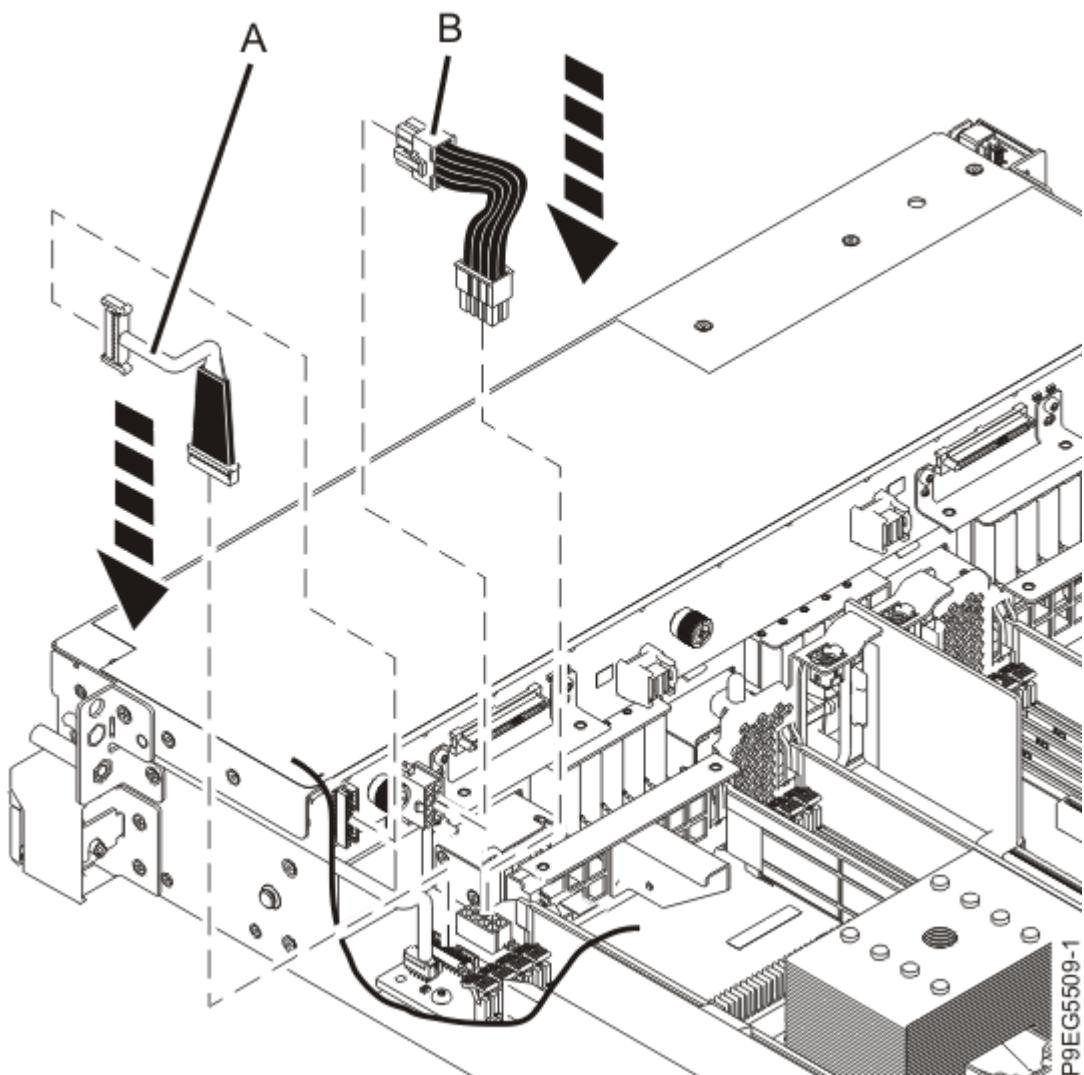

図 15. 信号ケーブルおよび電源ケーブルの再接続
4. ラベルを確認して、信号ケーブル (**A**) および電源ケーブル (**B**) をディスク・ドライブ・バックプレーンに再接続します (17 ページの図 15 参照)。